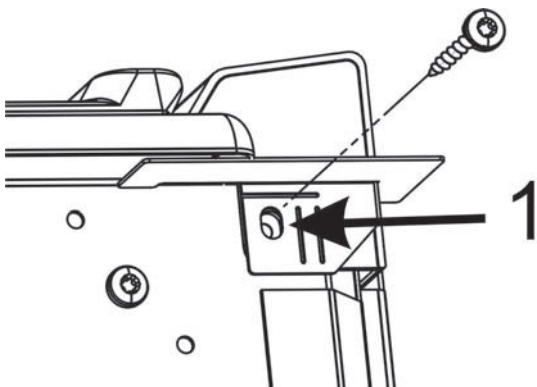

Figure 4 : Mise en place de la vis
6. Insérez la vis (mise en réserve ou fournie dans le nécessaire) dans le trou 1 et serrez légèrement (voir Figure 4 : Mise en place de la vis).